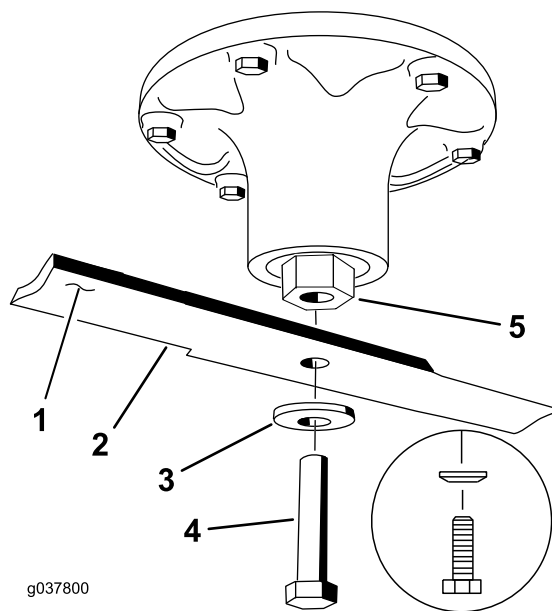

Figura 12
Importante: La parte della costa della lama (ovvero la sezione rivolta verso l'alto) deve essere rivolta all'interno del tosaerba (Figura 12).
1. Per fissare l'asse del fusello, utilizzate una chiave a estremità aperta (1-1/2") sull'estremità dell'asse del fusello (Figura 12).
Nota: Il cono del disco elastico deve essere rivolto in verso la testa del bullone (Figura 12).